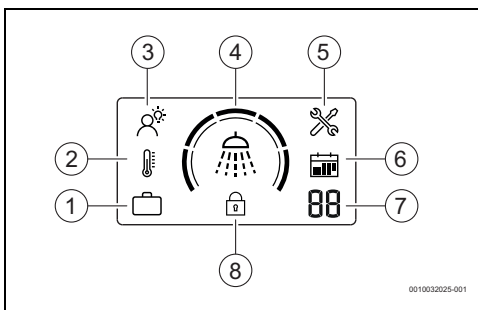

Fig. 5 Display pannello di controllo
- Premere il tasto  finché sul display non viene visualizzata la modalità INTELLIGENTE (→ Fig. 5 [3]).
- Premere il tasto  finché sul display non viene visualizzata la modalità Manuale (→ Fig. 5 [2]).
- Premere il tasto  finché sul display non viene visualizzata la modalità Vacanze (→ Fig. 5 [1]).
- Premere il tasto  per impostare il numero di giorni di vacanza desiderati (→ Fig. 5 [7]).
I blocchi funzionali del pannello di comando (→ Fig. 5 [8]).